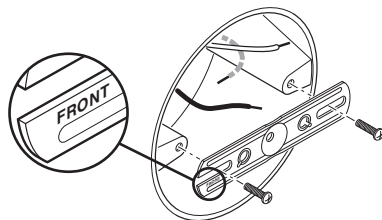

Figura 2
2. Instale el soporte de montaje con la palabra estampada “FRONT” de espaldas a la caja de conexiones (vea la Figura 2). Use los tornillos del soporte de montaje que mejor se adapten a la caja de conexiones.